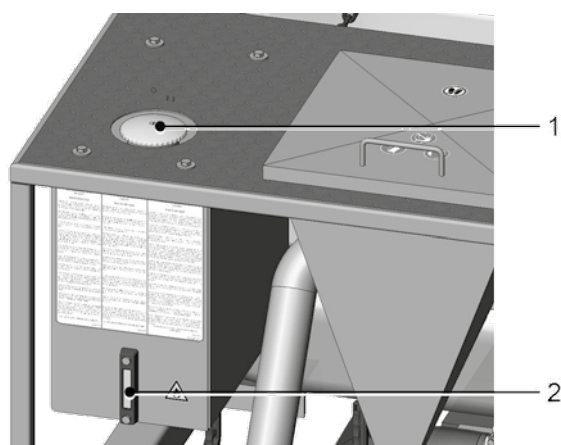

Abb. 19 Kraftstofftank
6. Überprüfen Sie die Kraftstofftankfüllung an der Füllstandsanzeige (Abb. 19). Füllen Sie gegebenenfalls Kraftstoff nach.